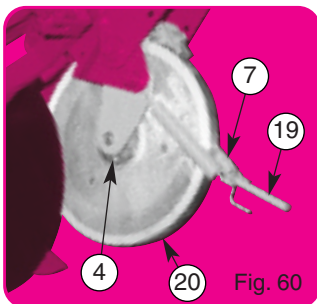
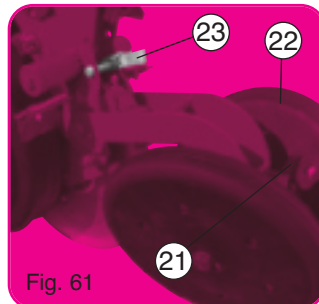

Fig. 60
Fig. 61
- Récupérer les 2 ressorts ⑦, les monter sur le cadre ④ (fig. 60). Respecter l'orientation de l'embout de réglage ⑱.
- Mise en place de la roue ⑳.
- Mise en place de la poignée ㉑ (fig. 61).
- Position de fonctionnement (fig. 61).
- Recuperar los 2 muelles ⑦, montarlos sobre el marco ④ (fig. 60). Respetar la orientación de la vitrola de regulación ⑱.
- Colocación de la rueda ⑳.
- Colocación de la empuñadura de regulación ㉑ (fig. 61).
- Posición de funcionamiento (fig. 61).
- Take the 2 springs ⑦, and assemble them on the frame ④ (fig. 60). Respect the orientation of the adjusting end part ⑱.
- Position the wheel ⑳.
- Position the adjusting handle ㉑ (fig. 61).
- Operation position (fig. 61).